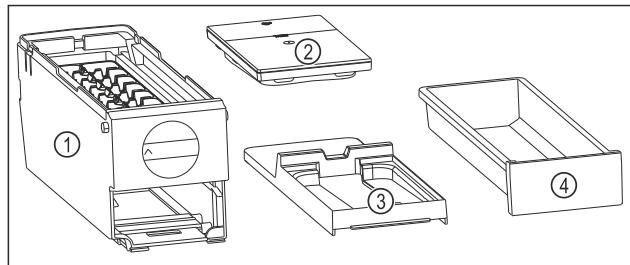

Fig. 132 Sestavni deli modula EasyTwist-Ice
- Modul EasyTwist-Ice je razstavljen na štiri dele. (glejte Fig. 132)
- Modul EasyTwist-Ice razstavite le na prikazane sestavne dele. (glejte Fig. 132)
- Glavni del EasyTwist-Ice Fig. 132 (1) očistite kot celoto.